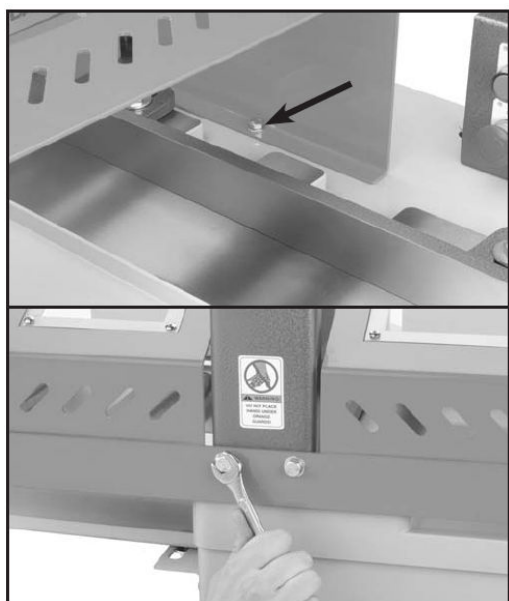

Рис. 22. Крепление защитного кожуха с помощью болтов
2. Установите защитный кожух и закрепите его с помощью снятых болтов, как показано на рис. 22.